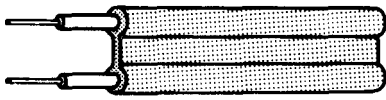

Fig. 25-8. Alambre de entrada de televisión de dos conductores (Alpha Wire Division of Loral Corporation).
(Fig. 25-8). De esta manera se logra un espaciamiento exacto entre los alambres y por ello pueden conducir la cantidad máxima de energía de la señal de la antena al receptor. Este tipo de alambre se utiliza también para conectar un receptor de radio por modulación en frecuencia (FM) con su antena.